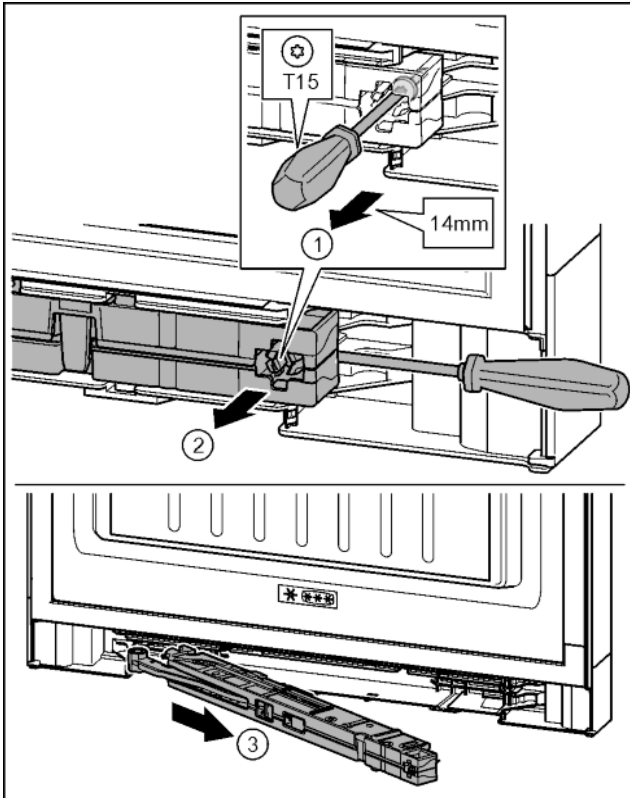

Fig. 20
- ▶ Schraube an Schließdämpfereinheit mit Schraubendreher T15 ca. 14 mm lösen. Fig. 20 (1)
- ▶ Mit Schraubendreher griffseitig hinter Schließdämpfereinheit fahren. Einheit nach vorn drehen. Fig. 20 (2)
- ▶ Einheit herausziehen. Fig. 20 (3)